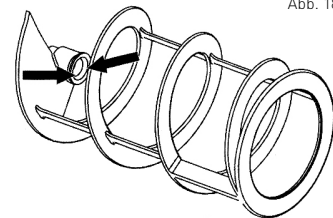

Abb. 18
- Schmieren Sie das Innere der Schneckenmutter (A) gemäß der Abbildung 18 mit dem mitgelieferten Schmiermittel ab.